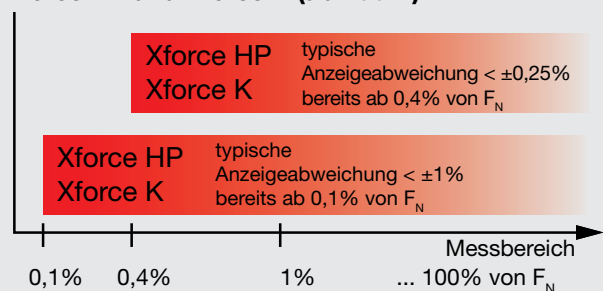

Bild 2:
- Die Kraftaufnehmer Xforce HP und Xforce K (ab 200 N) bieten in Verbindung mit *testControl* typischerweise eine deutlich bessere Linearität (=relative Anzeigeabweichung) als es die ISO 7500 fordert. Bereits ab 0,1% der Nennkraft wird mit einer maximalen Anzeigeabweichung von 1% des Messwerts gemessen, bzw. ab 0,4% der Nennkraft mit einer maximalen Anzeigeabweichung von 0,25 % des Messwerts (siehe Bild 2).